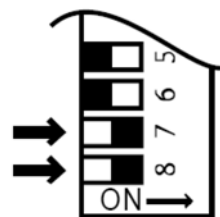

Fig. 5
12. Fuerce al equipo a trabajar en régimen "Máximo" de combustión colocando en "ON" los microinterruptores N.7 y N.8 (Fig.5). Asegúrese de que todos los grifos estén abiertos al máximo.